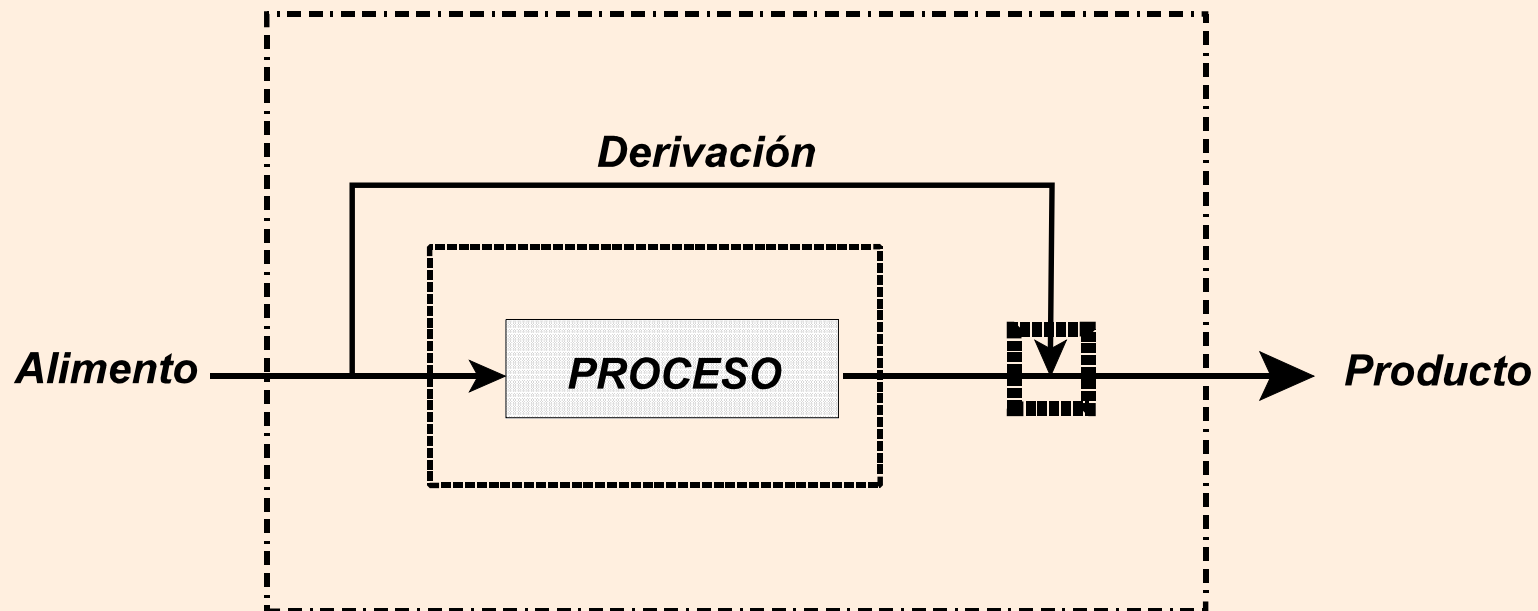

Figura 3.2: Derivación.
**Derivación (“*bypass*”)**: Corriente que se ha desviado de la principal para evitar que sufra una o más etapas de un proceso, llegando directamente a una etapa posterior para obtener una composición final deseada (**Figura 3.2**); se efectúa un balance alrededor de todo el sistema y un balance en el punto de mezcla.